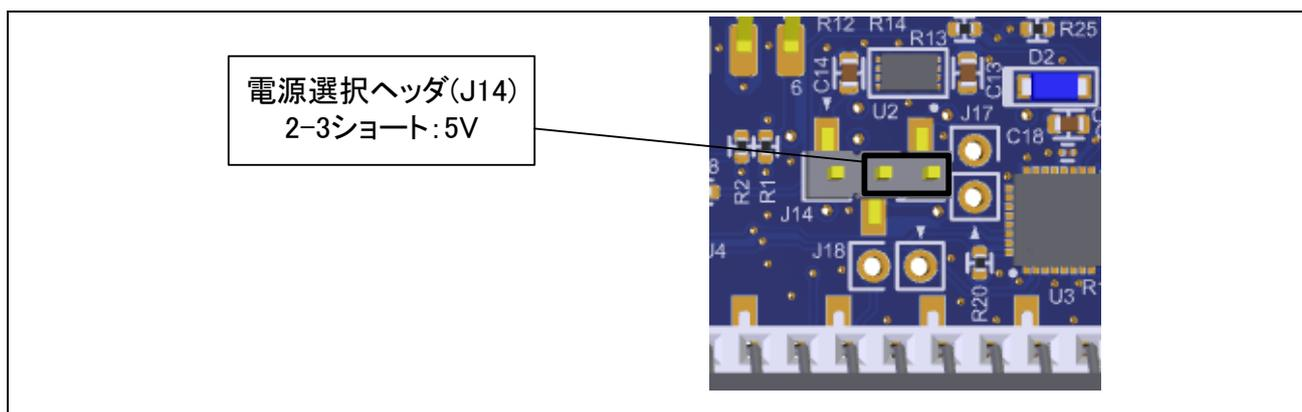

図 5-19: 5V 使用時のヘッダ設定
- ・ J14 2-3 ショート：5V 電源を選択。(図 5-19)